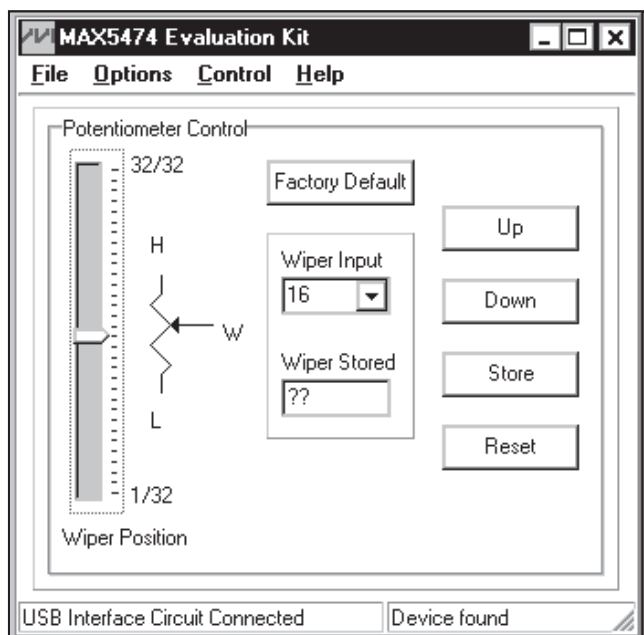

図1. MAX5474の評価キット用ソフトウェアのメインウィンドウ
- 10) ソフトウェアが自動的にMAX5474の検索を行います。接続に成功すると、ウィンドウ左上部にEVキット用ソフトウェアのメインウィンドウが表示されます。**Up/Down**ボタンをクリックしてワイパ位置を変更するか、または希望するワイパ位置を**Wiper Input**コンボボックスに入力してください(図1参照)。
MAX5474のEVキット用ソフトウェアのグラフィカルユーザインタフェース(GUI)は、図1に示すように、MAX5474を制御するための便利な手段を備えたWindowsプログラムです。